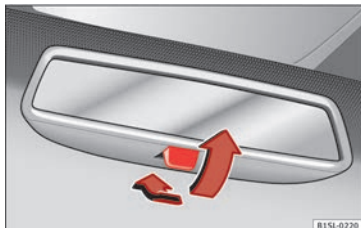

Fig. 116 Retrovisor antideslumbrante manual.
- Para oscurecer el retrovisor, tire de la palanca hacia atrás » fig. 116.